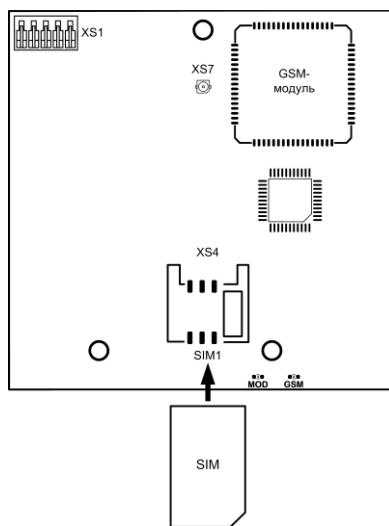

Рис.5 Внешний вид коммуникатора, установка SIM-карты
- универсальный коммуникатор (рис.5).
**3.2 На плате коммуникатора** (рис.5) расположен разъем XS1 для подключения к плате контроллера, разъем XS7 для подключения GSM-антенны (через переходник), светодиоды «GSM» и «MOD» для индикации режимов работы и разъем (слот) XS4 (SIM1) для подключения SIM-карты.
SIM-карту следует подключать при **выключенном питании** прибора (**сеть и АБ**), контактами к коммуникатору, срезом как показано на рис.5.
На плате коммуникатора имеются два светодиодных индикатора MOD и GSM (рис.5):